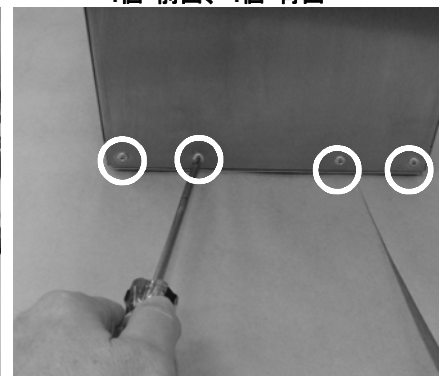

図 6-13 ブローワーのプラグとボルトの取外し
4. 図6-13を参照。ブローワーケーブルをソケットから引き抜きます。ブローワーケーブル ソケット横のM4 x 10フィリップスボルトを取外します。
2. 図6-13を参照。8個のボルトをランプヘッドベースに取付けます（4個が前面、4個が背面）。2個のボルトを用いてユニケーブル ソケットをカバーに固定します。ボルトを1.35 N•m (12 in.-lbs) で締めます。